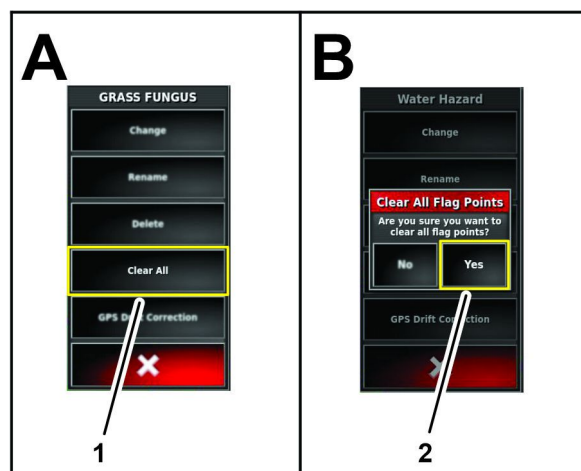

Рисунок 86
1. В меню редактирования точки с флажком нажмите на значок «ОЧИСТИТЬ ВСЕ» (Рисунок 86).
2. В диалоговом окне удаления всех точек с флажком нажмите на значок «ДА» (Рисунок 86).